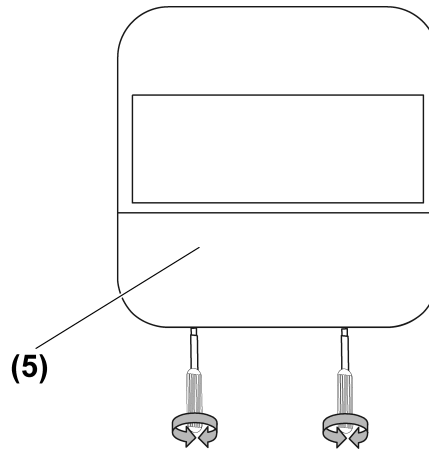

Imagen 15: Desmontaje del conmutador deslizante
- Retirar la cubierta del conmutador deslizante (5) (Imagen 15).
- Retirar la cubierta del conmutador deslizable (5) (Imagen 15).